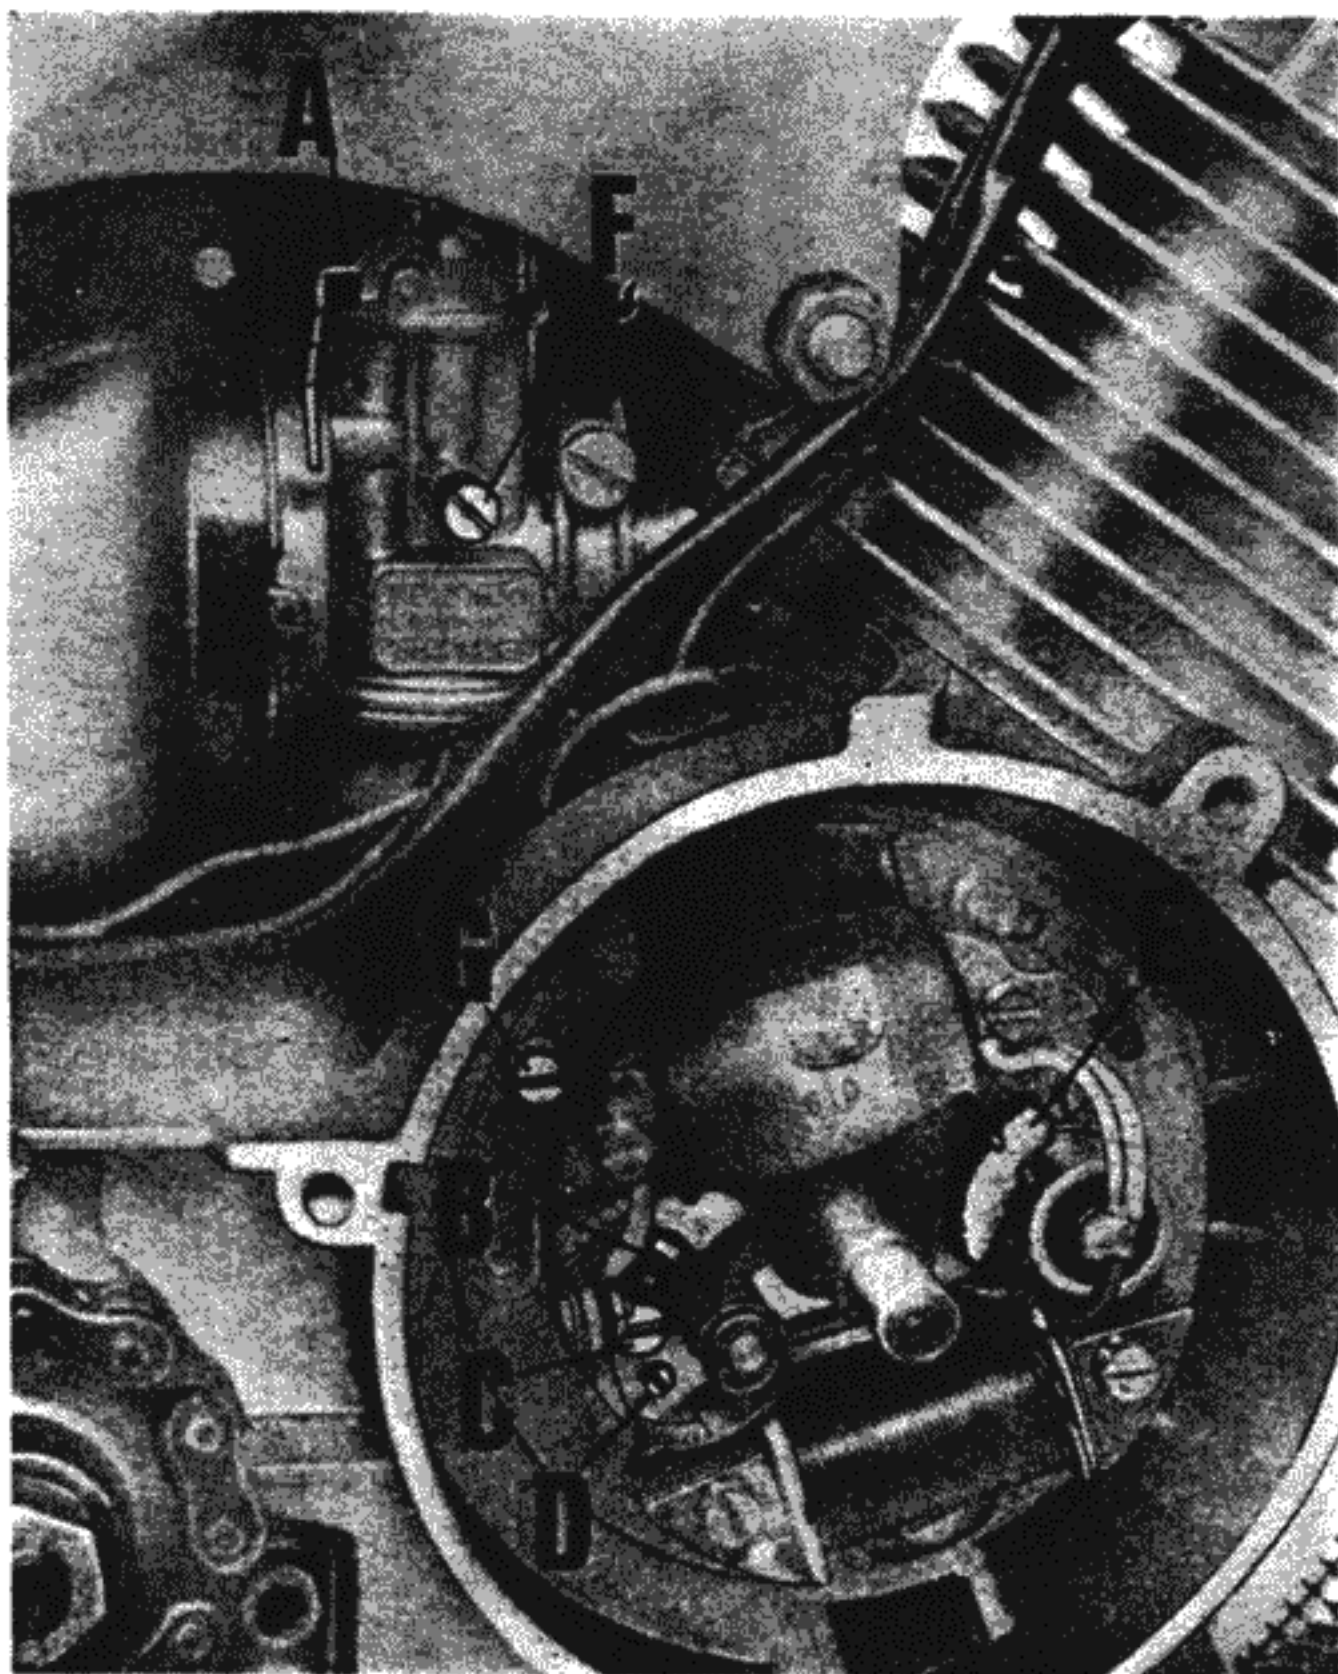

Fig. 10
- Abbassare, a motore freddo in posizione orizzontale la leva dell'aria sul carburatore (A di fig. 10).
N.B. - A motore avviato, ruotando completamente il comando gas verso chi guida, la leva dell'aria sul carburatore (A di fig. 10) ritorna automaticamente nella posizione normale (quasi verticale).
L'aria è comandata mediante levetta posta sul lato destro del carburatore (vedere A di fig. 10).
Avvitare la vite di regolazione (F di fig. 10) fino ad ottenere il numero di giri più alto possibile, senza che il veicolo incominci a muoversi.
(Vedere fig. 10)
N.B. - Nella fig. 10 il volano appare smontato; lo smontaggio è stato effettuato al solo scopo di poter mostrare con maggior chiarezza quali sono le parti da lubrificare e da registrare la manutenzione di queste parti viene eseguita attraverso le finestre del volano, ruotandolo opportunamente.
Se l'apertura dei contatti avviene prima o dopo il punto stabilito, occorrerà togliere la parte rotante del volano e spostare la parte fissa (dopo aver allentato le tre viti « G » di fig. 10) di quel tanto che necessita affinché i contatti inizino l'apertura esattamente al punto stabilito.